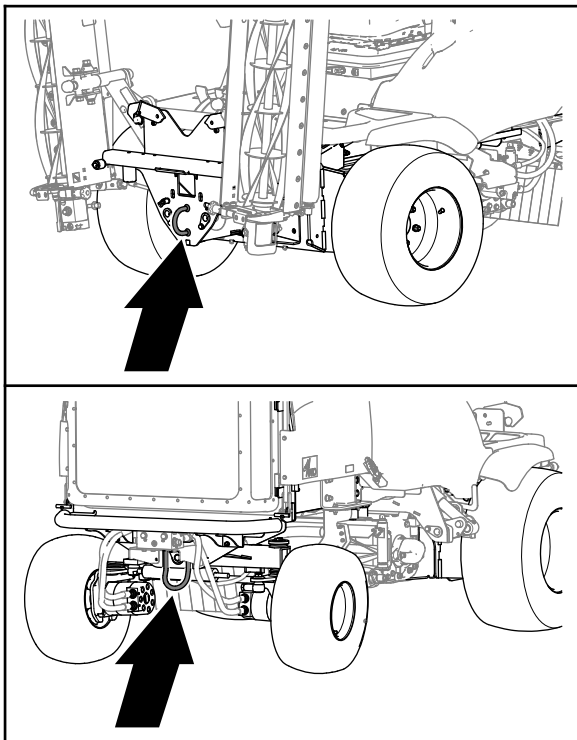

**Figura 42**
4. Îndepărtați cele 2 uruburi (12 x 40 mm) și 2 aibe (12 mm) depozitate în inele de susținere a platformei (Figura 42).